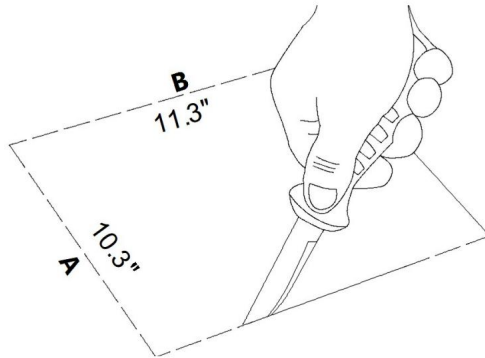

Fig.1.
2. Découpez une ouverture mesurant 11,3 pouces x 10,3 pouces à l'endroit sélectionné. emplacement. (Voir la Fig.1.)